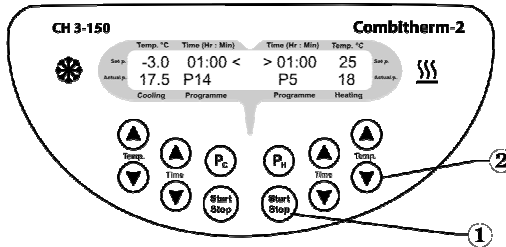
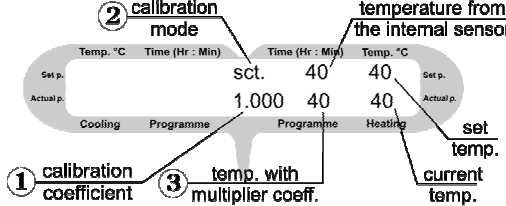
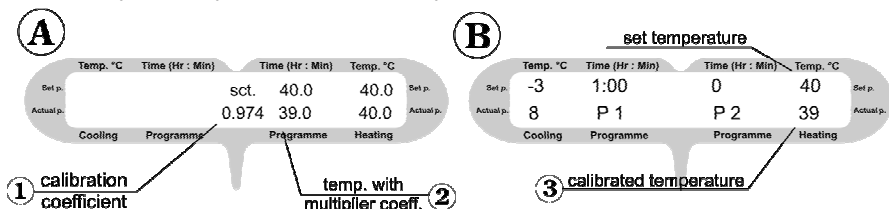

Fig.2 Pannello di controllo in modalità operativa temperature from the internal sensor
Fig.3 Pannello di controllo in modalità di calibrazione
Fig.4 Pannello di controllo in modalità operativa e di calibrazione
- 5.3. Tenere premuto il tasto **Start Stop** (fig. 2/1) per 8 secondi per inserire il coefficiente di calibrazione. Sul display comparirà il coefficiente di calibrazione (fig. 3/1).
- 5.4. Impostare il valore 1,000 utilizzando i tasti ▲ e ▼ (fig. 2/2) per ripristinare le impostazioni di fabbrica come indicato in fig. 3/1.
- 5.10. Tenere premuto il tasto **Start Stop** (fig. 2/1) per 8 secondi per attivare la modalità di calibrazione. Sul display verranno visualizzati i seguenti parametri, fig. 4.
- 5.11. Utilizzare l'indicazione della temperatura con coefficiente moltiplicatore (fig. 4 A/2) per impostare il nuovo valore della temperatura.
- Utilizzare i tasti ▲ e ▼ (Fig. 2/2) per modificare il coefficiente di calibrazione (nell'intervallo da 0,936 a 1,063 ; incremento di 0,001) (fig.3/1) in modo che il nuovo valore della temperatura (fig.4 A/2) corrisponda alla temperatura del sensore indipendente. Nell'esempio riportato, il coefficiente di calibrazione è pari a 0,974 (fig.4 A/1).
- 5.12. Dopo aver completato la calibrazione, premere una volta il tasto **Start Stop** (fig. 2/1) per salvare le modifiche e uscire dalla modalità di calibrazione.
- 5.13. Sul display sarà visualizzata la temperatura calibrata come indicato nella fig. 4 B/3 e l'unità continuerà la stabilizzazione della temperatura in base alla temperatura precedentemente impostata.